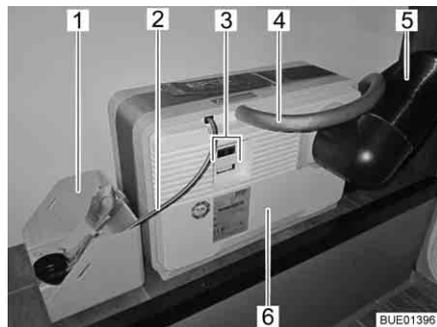
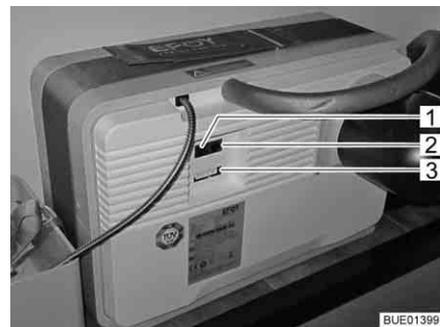

Fig. 137 Pila de combustión con cartucho de metanol
Fig. 138 Campo de conexiones de la pila de combustión
La pila de combustión se compone de varios componentes que están instalados en el compartimento de almacenamiento trasero (Fig. 137), así como de una unidad de mando (Fig. 139) en el habitáculo.
En la pila de combustión (Fig. 137,6) se encuentran:
- la conexión para la manguera de aire de escape (Fig. 137,4) o la abertura de llenado para el Service Fluid (fluido de servicio)
- el tubo de calor de escape (Fig. 137,5)
- las conexiones eléctricas (Fig. 137,3) con interfaz de datos (Fig. 138,2), conexión del aparato (Fig. 138,3) y conexión para el panel de mando (Fig. 138,1)
A la pila de combustión pertenece un cartucho de metanol que está conectado a la pila de combustión (Fig. 137,6) a través de la conexión para el reabastecimiento (Fig. 137,2).
El cartucho de metanol está amarrado en el portador de cartucho de metanol (Fig. 137,1).